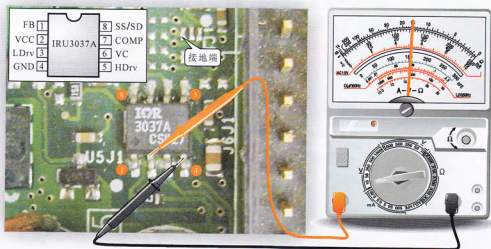

图16-13 内存电源管理芯片供电电压的检测
(3) 检测内存电源管理芯片供电端电压,如图16-13所示,